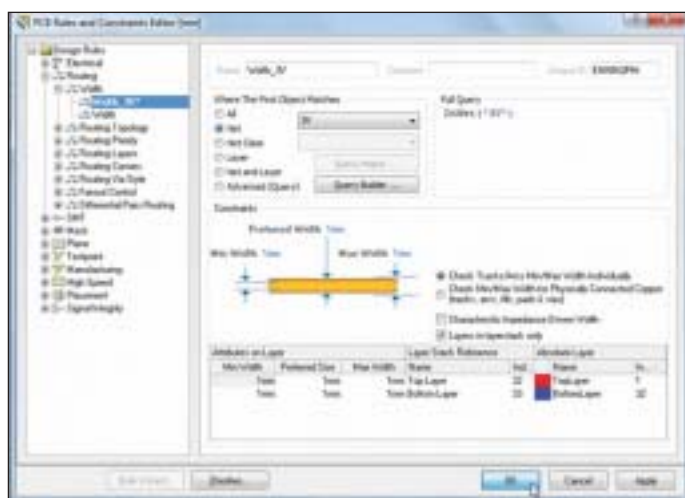

Рис. 74. Задание названия правила
6. Переименуйте новое правило, для чего справа в поле *Name* введите новое имя *Width\_3V* (рис. 74).